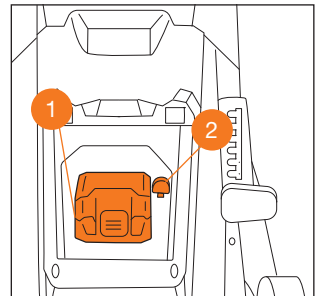

Рис. 13
- Вставьте аккумулятор в разъем газонокосилки **1** (Рис. 13). Убедитесь в правильном расположении аккумулятора и соединении контактов.
- Установите ключ безопасности **2** (Рис. 13).
- Нажмите кнопку блокировки включения **1** (Рис. 13).
- Продолжая удерживать кнопку блокировки включения, прижмите рычаг включения двигателя **2** к рукоятке (Рис. 13). Двигатель заработает и нож начнёт вращение.